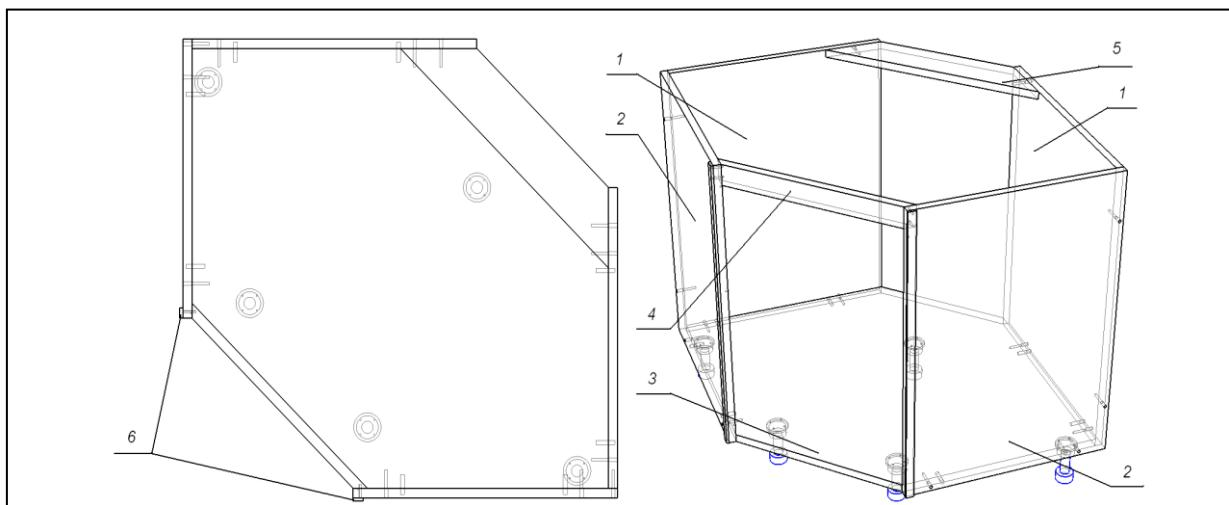

Рис. 29
4. Сборка корпуса мойки М04 (рис. 29):